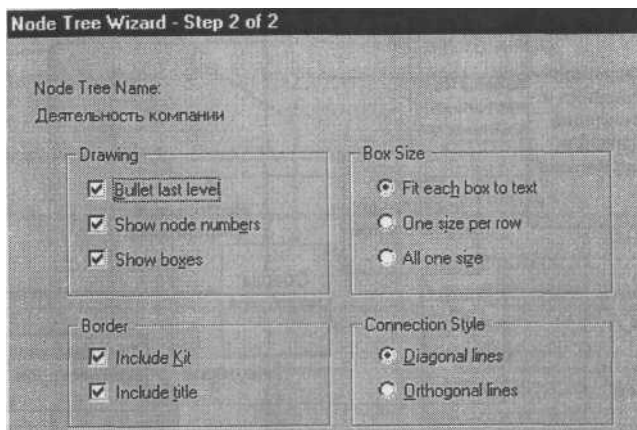

Рис. 2. Второй диалог Guida Node Tree Wizard
2) Во втором диалоге установите опции, как на рис. 2.